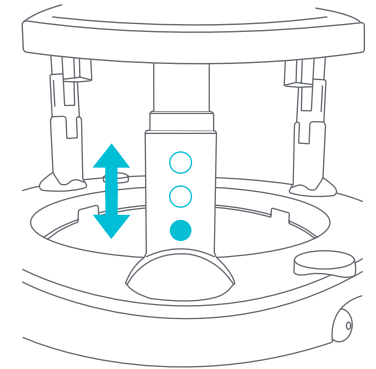

Fig. 6
**NOTA:** Cada pierna tiene 3 niveles de altura ajustables. **SIEMPRE** ajuste las 3 patas al mismo nivel (Fig. 6).